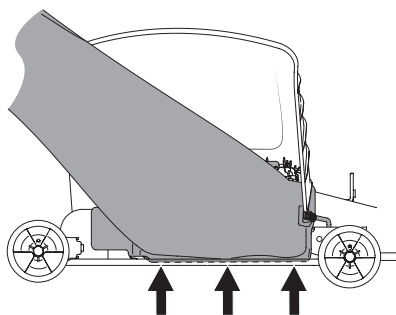

Figure 22
**IMPORTANT!** Assurez-vous que le dessous du coude est bien placé sur le rebord de l'ouverture du plateau de coupe. Voir Figure 22.